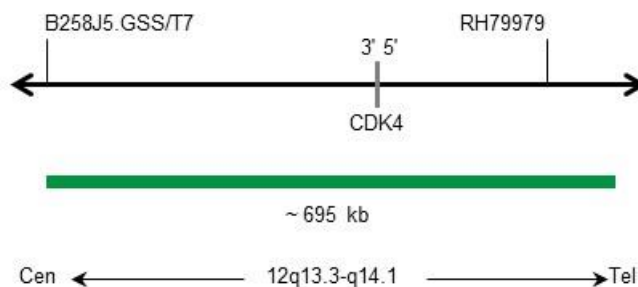

Fig. 1: SPEC CDK4 Mapa de la sonda (no está a escala)
- Polinucleótidos marcados en verde (excitación a 503 nm/emisión a 528 nm) ZyGreen (~10 ng/ μ l), dirigidos a secuencias localizadas en 12q13.3-q14.1* (chr12:57,740,440-58,435,534) que albergan la región del gen CDK4 (ver Fig. 1).